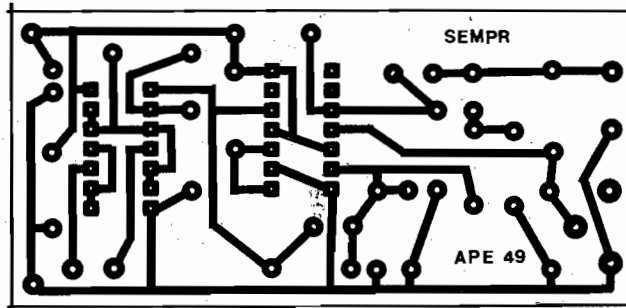

Fig.2
- FIG. 2 - LAY OUT DO CIRCUITO IMPRESSO ESPECÍFICO - O padrão cobreado de ilhas e pistas, necessário à interligação dos componentes do SEMPR sobre sua placa de fenolite, encontra-se na figura em tamanho natural (escala 1:1), podendo então ser copiado diretamente para a confecção... Os "vetexanos" já estão "carecas" de saber, mas os eventuais "começantes" precisam ser avisados: as partes negras, no desenho, correspondem às áreas que **restarão** cobreadas após a corrosão, enquanto que as áreas brancas referem-se às partes que ficarão livres do cobre... Isso quer dizer que, após obter uma placa de fenolite virgem, nas dimensões indicadas, o padrão da fig. 2 deve ser cuidadosamente "carbonado" sobre a sua face cobreada, seguindo-se o processo de